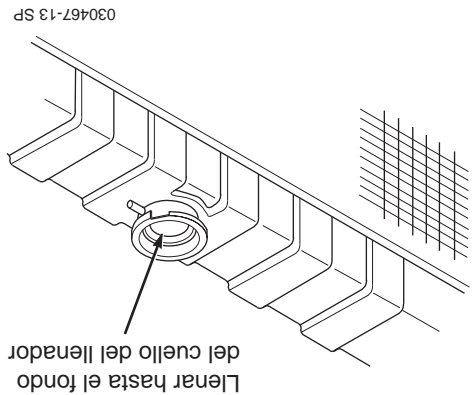

Figura 7-10. Nivel de refrigerante
2. Revise visualmente el nivel del refrigerante. El nivel del refrigerante debe llegar hasta la parte inferior del cuello del llenador, como se muestra en la figura 7-10. Agregue una mezcla de refrigerante y agua blanda, según sea necesario.